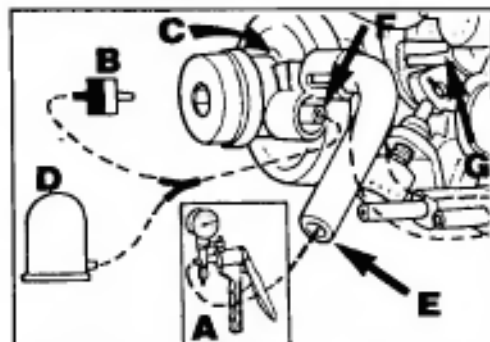
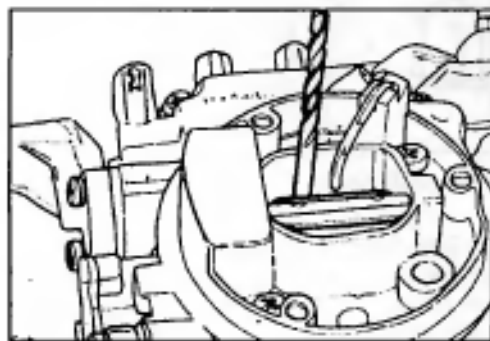

Рис. 5 Зазор воздушной заслонки - проверка
Рис. 6 Зазор воздушной заслонки - регулировка
4.1 Пусковое устройство (Рис. 5)
б) Отсоедините шланги (Е и F) и заглушите шланг F пробкой (Рис. 5).
г) Нажмите на рычаг (G, Рис. 5) и проверьте зазор воздушной заслонки с помощью сверла (Рис. 6). Если размер зазора лежит за пределами допуска, отрегулируйте его регулировочным винтом (В, Рис. 3).
д) Подсоедините вакуумные шланги (Рис. 5).